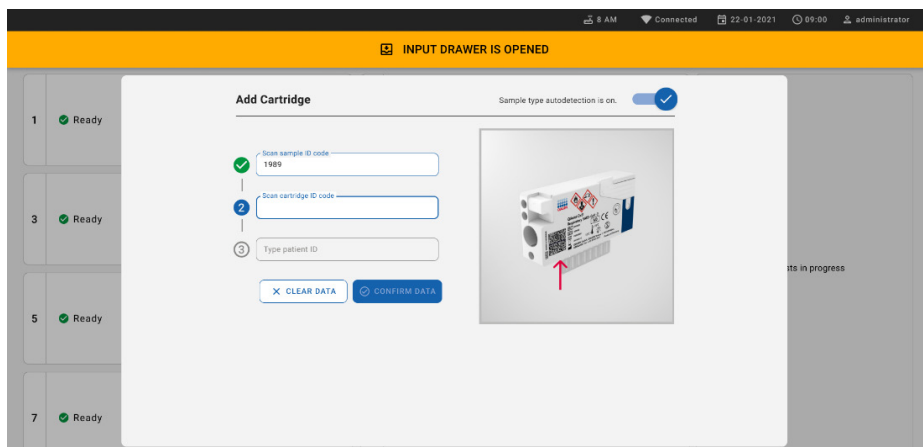

Figura 57. Schemata di scansione dell'ID cartuccia
8. Dopo aver inserito il codice a barre dell'ID del campione, scansionate il codice a-barre della cartuccia QIAstat-Dx Respiratory SARS-CoV-2 Panel da utilizzare (posizione indicata dalla freccia). Il QIAstat-Dx Rise riconosce automaticamente l'esame da eseguire, in base al codice a barre della cartuccia QIAstat-Dx Respiratory SARS-CoV-2 Panel (Figura 57).